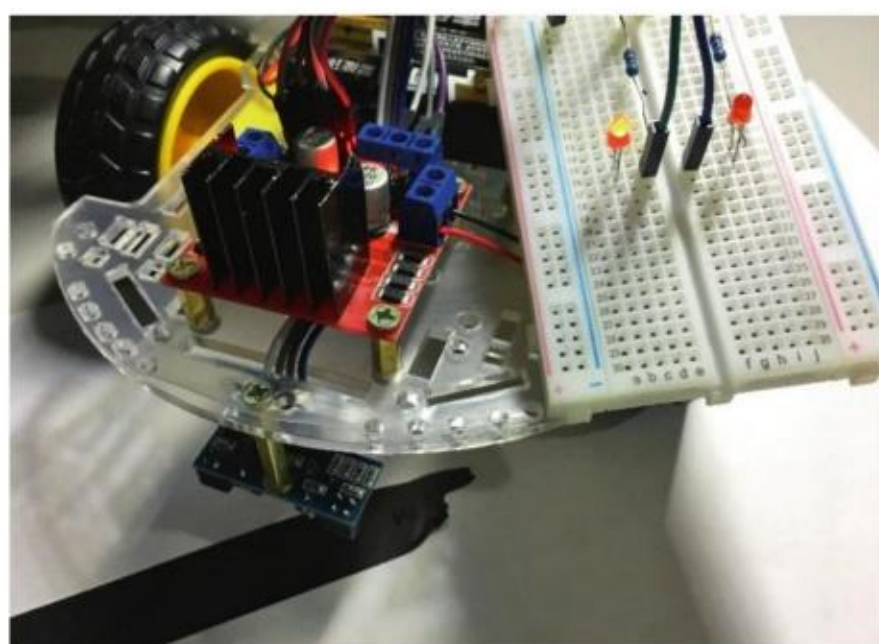
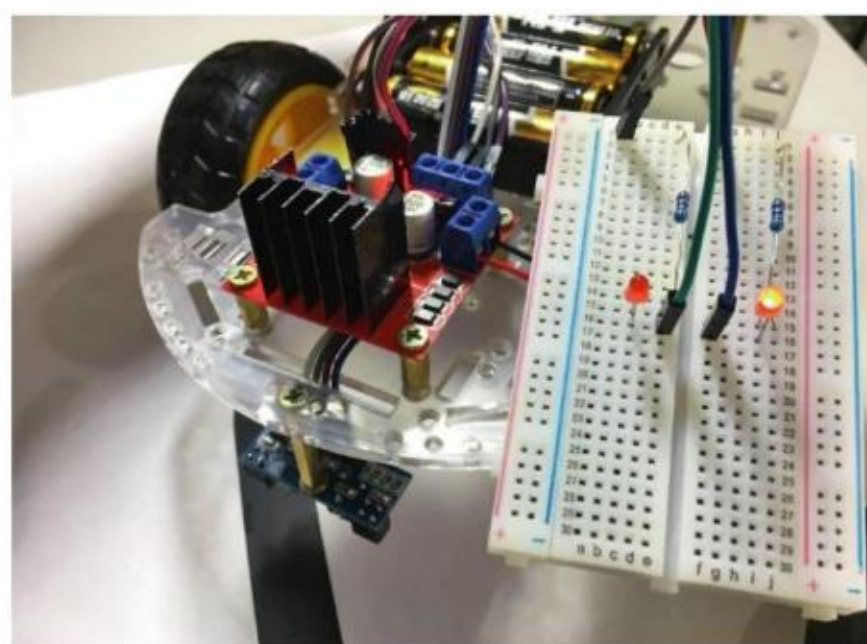

图2-18 左侧红外探测器检测到黑线, 左LED亮
图2-19 右侧红外探测器检测到黑线, 右LED亮
(4) 测试实验装置(图2-18、图2-19)。当红外探测模块正对着黑色轨迹时, LED指示灯亮; 当模块正对着白色地面时, LED指示灯灭。